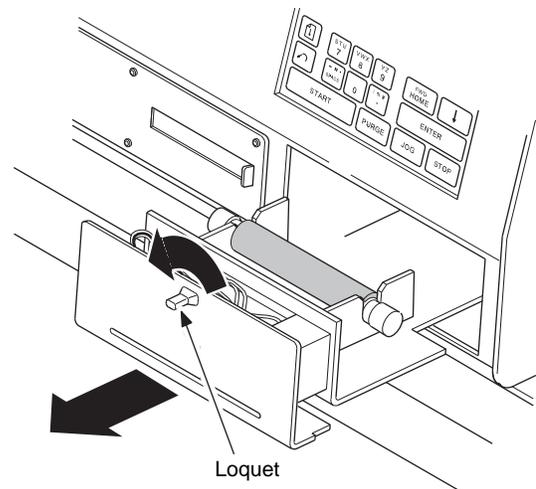

Figure 74 Ouvrir le tiroir de l'imprimante enregistreuse de données
1. Pivoter le dispositif de verrouillage dans le sens contraire aux aiguilles d'une montre pour dégager le bloc imprimante du boîtier. Retirer le bloc imprimante du boîtier en le tirant vers l'avant. Voir la Figure 74.